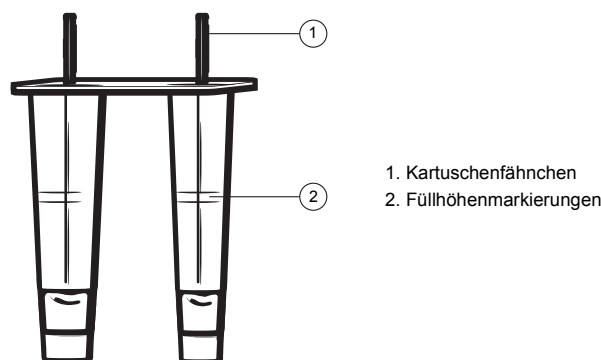

Abbildung 1. Füllen der Kartusche
6. Füllen Sie in jeden Kartuschenkanal (Abbildung 1) das entsprechende Probenvolumen ein. Siehe Tabelle 2.